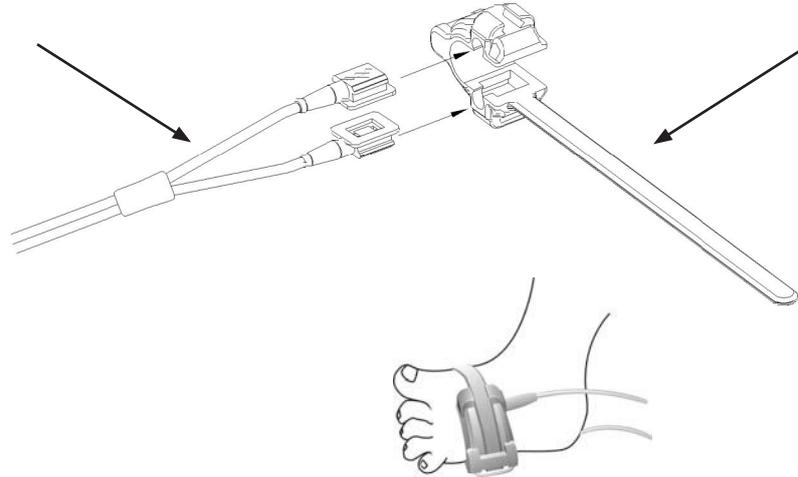

Figure 3.7 Mise en place du capteur SpO2 pour les nourrissons
3. En cas d'utilisation du capteur SpO2 pour les nourrissons, suivre la figure 3.7 pour le raccordement.